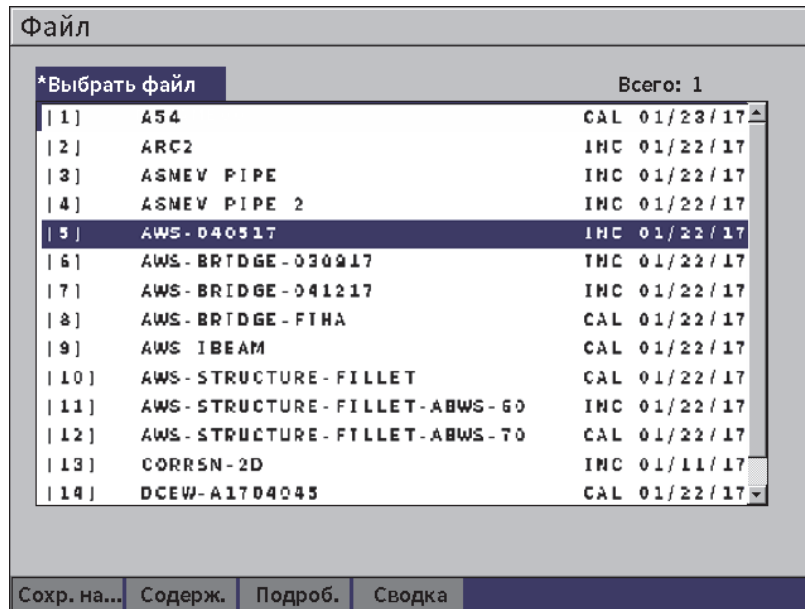

Рис. 9-4 Страница настройки Файл
1. В меню **Настройки** выберите значок Файл, чтобы открыть страницу настройки **Файл** (см. Рис. 9-4 на стр 131).
1. Выделив нужный файл, нажмите клавишу Enter, затем клавишу Tab, чтобы выделить параметр **Сохран. на...** (см. Рис. 9-4 на стр 131).